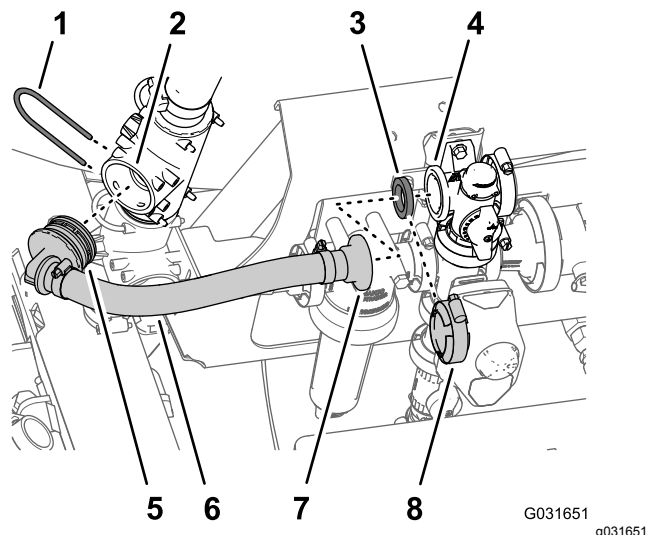

図 219
4. 新しい攪拌バイパスホースアセンブリ Toro P/N 131-9649 のバーブ付き90°フィッティングを、上側T字フィッティングの空いているポートに整列させて90°フィッティングをT字フィッティングの奥まで完全に入れる 図 219。
5. 90° フィッティングをT字フィッティングに固定する 図 219 ステップ 1 で外したリテーナを使用する。
ガスケットを、バイパスバルブのフランジに合わせる 図 219。